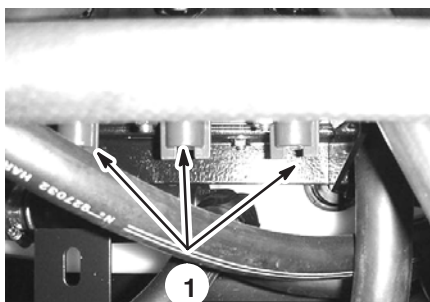

Figure 27
11. Réglez la soupape de dérivation de rampe (Fig. 27) située sous la soupape de commande de la rampe que vous avez mise hors service jusqu'à ce que la valeur indiquée au manomètre soit la même qu'au point 8.